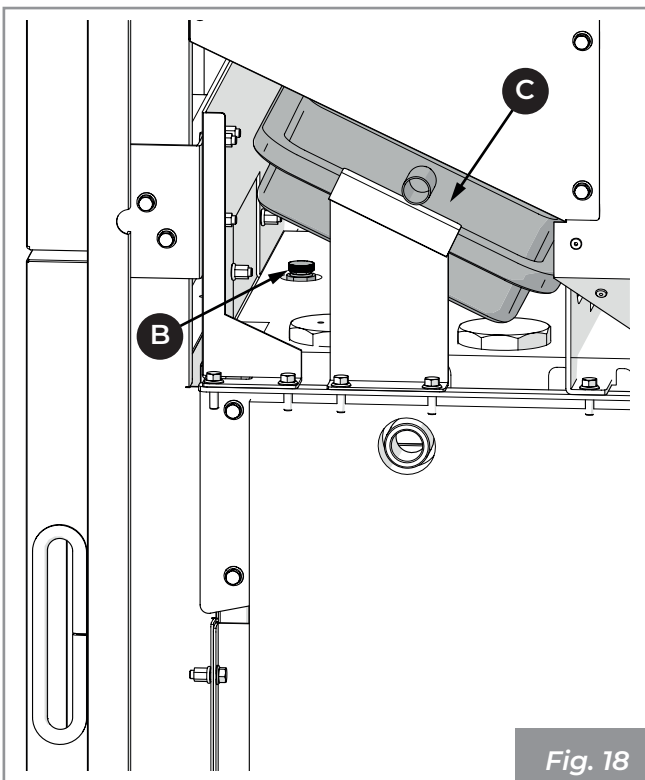

Fig. 18
- 1) Collegare un tubo dell'acqua proveniente dall'acquedotto al raccordo di carico (**K**), aprire la valvola di sfiato (**B**) (**Fig. 18**), aprire il rubinetto di carico (**O**), facendo così fluire l'acqua fino al completo riempimento dell'apparecchio. Chiudere la valvola di sfiato e attendere il raggiungimento della pressione minima d'esercizio (**1 bar**), verificabile dal manometro presente a bordo caldaia.
Aprire quindi la valvola di sfiato (**B**) (**Fig. 18**), aprire il rubinetto di bypass presente nella val-